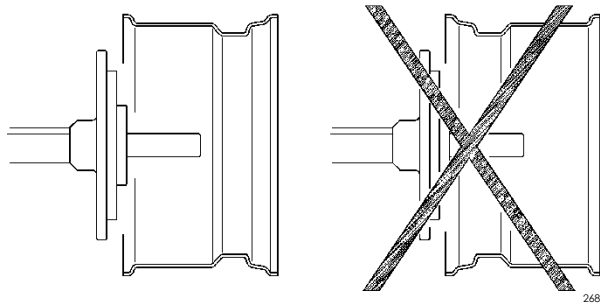

Abb.18
D. Das Rad mit dem entsprechenden Flansch auf dem Spannfutter arretieren, wobei immer zu prüfen ist, daß das Felgentiefbett nach außen zeigt (Abb.18).